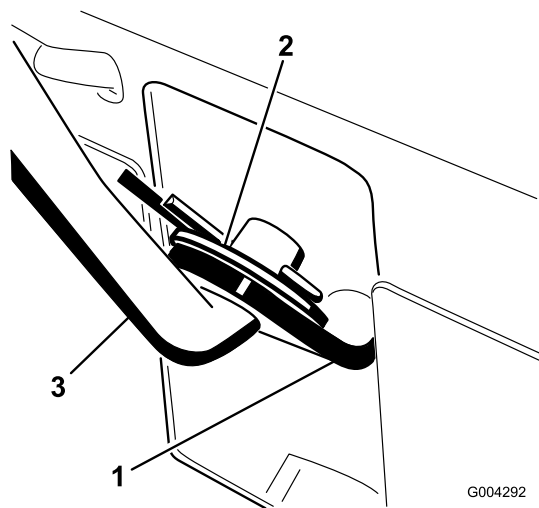

Figure 6
- Tirez le bras de changement de vitesses (Figure 6) à fond vers l'extérieur.
- Insérez la tige de changement de vitesses dans le bras, ajoutez une rondelle plate sur la tige et fixez le tout à l'aide d'une goupille fendue (Figure 6).